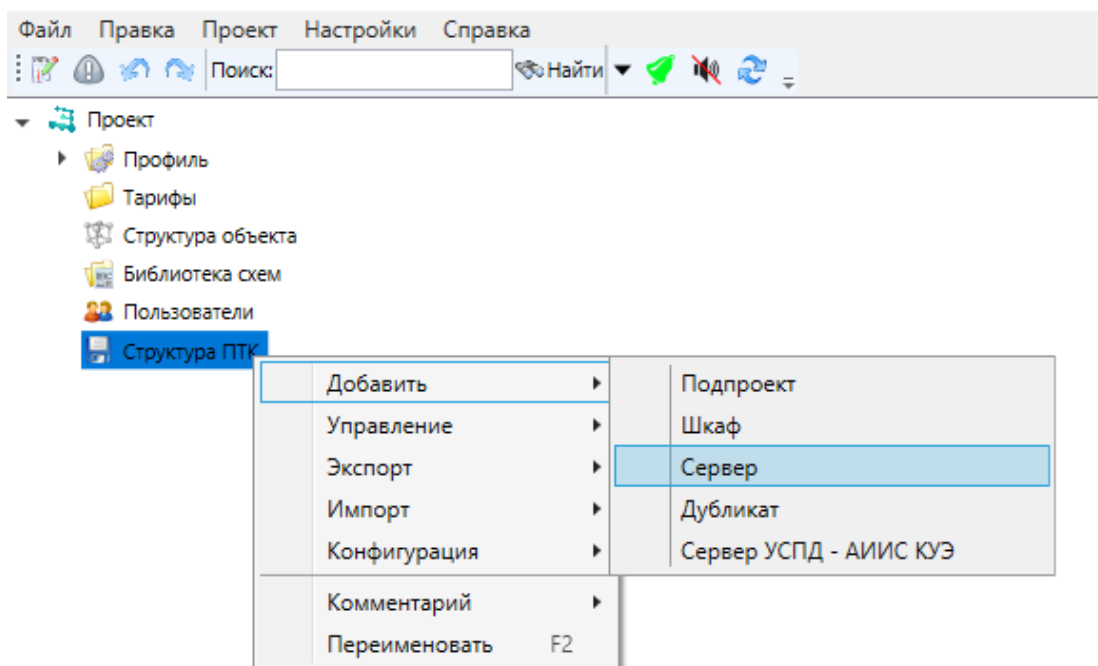

Рисунок 15 – Контекстное меню узла «Структура ПТК»
- добавить в структуру ПТК узел «Сервер» командой **Добавить** → **Сервер** контекстного меню узла «Структура ПТК» (рисунок 15);